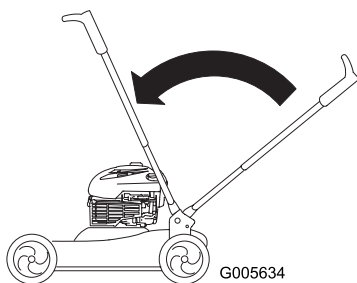

Bild 38
2. Heben Sie den Griff in die vertikale Stellung an (Bild 38).